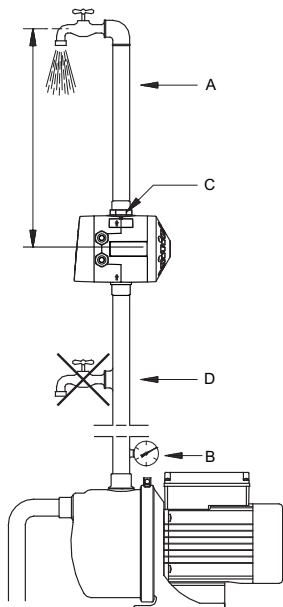

Rys. 1 Obrótowe przyłącze wylotowe
Przyłącze wylotowe urządzenia może być obracane o 360°. Patrz rys. 1.
2. W zależności od typu silnika, postępować zgodnie ze schematami elektrycznymi przedstawionymi na rys. 1 lub 2, str. 151.